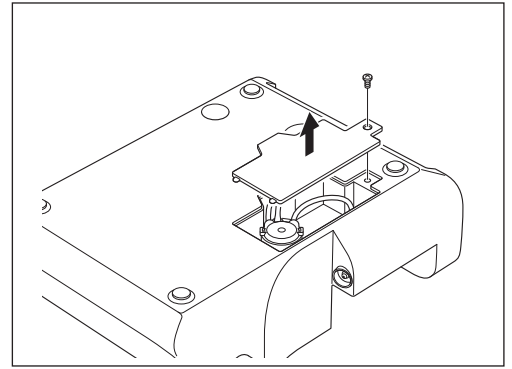

図52
- 2) コントロールユニットを裏返し、底面の注水ポンプカバーを留めているねじをプラスドライバーで取り外し、注水ポンプカバーを取り外します (図52)。